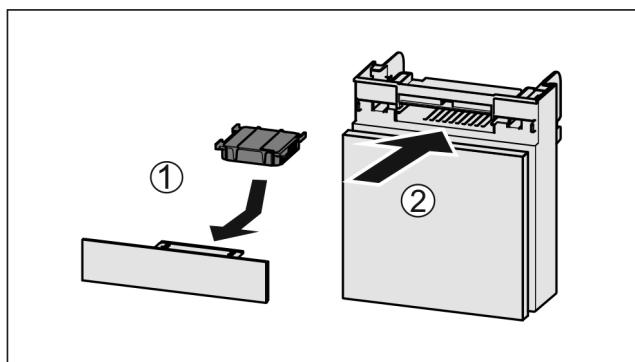

Fig. 89
- Поставете Fig. 89 (1) филтъра с активен въглен, както е показано на фигурата.
- Вкарайте Fig. 89 (2) отделението.